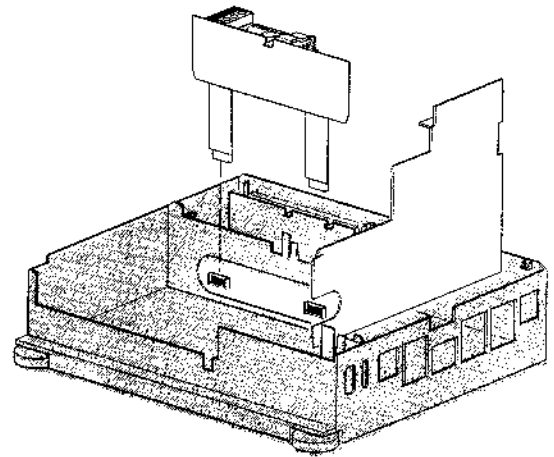

Fig. 2-10
- Das 'front-end' ist mit Hilfe zweier 8 facher Verlängerungsprintplatten (siehe Bild 2-10) in die Servicestellung zu bringen.